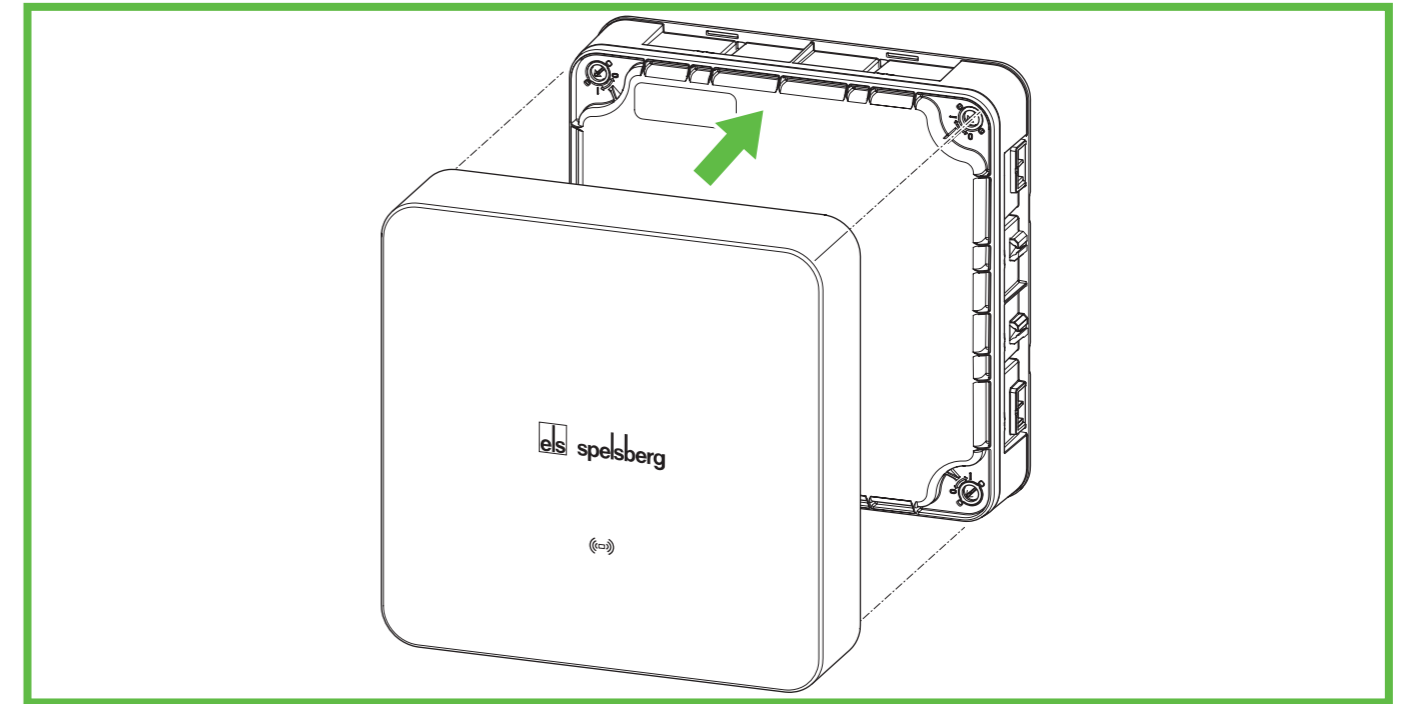

Abb. 22: Montage Designcover
- ▶ Drücken Sie das Designcover auf die Wallbox. Das Spelsberg-Logo muss lesbar sein (siehe Abb. 22).